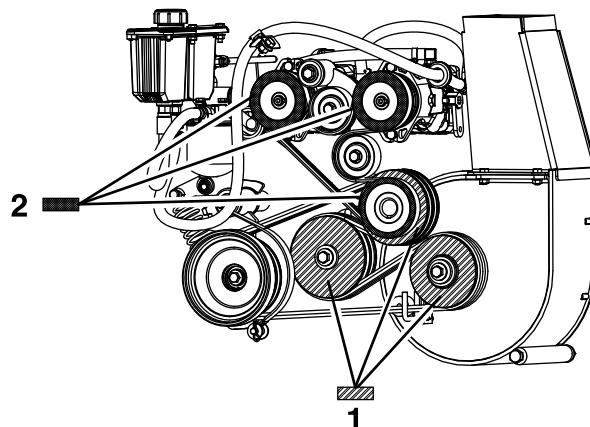

Bild 67
8. Messen Sie von der Riemenscheibe des Gebläses als Basislinie; bewegen Sie den Motor und die Zwischenwelle, bis die hintere Oberflächen aller drei Riemenscheiben innerhalb von 0,8 mm bis 1,6 mm ausgefluchtet sind (Bild 67).
4. Fluchten Sie jede Riemenscheibe der Pumpe mit einem geraden Lineal aus und ziehen es entlang der Pumpenwelle (Bild 67).